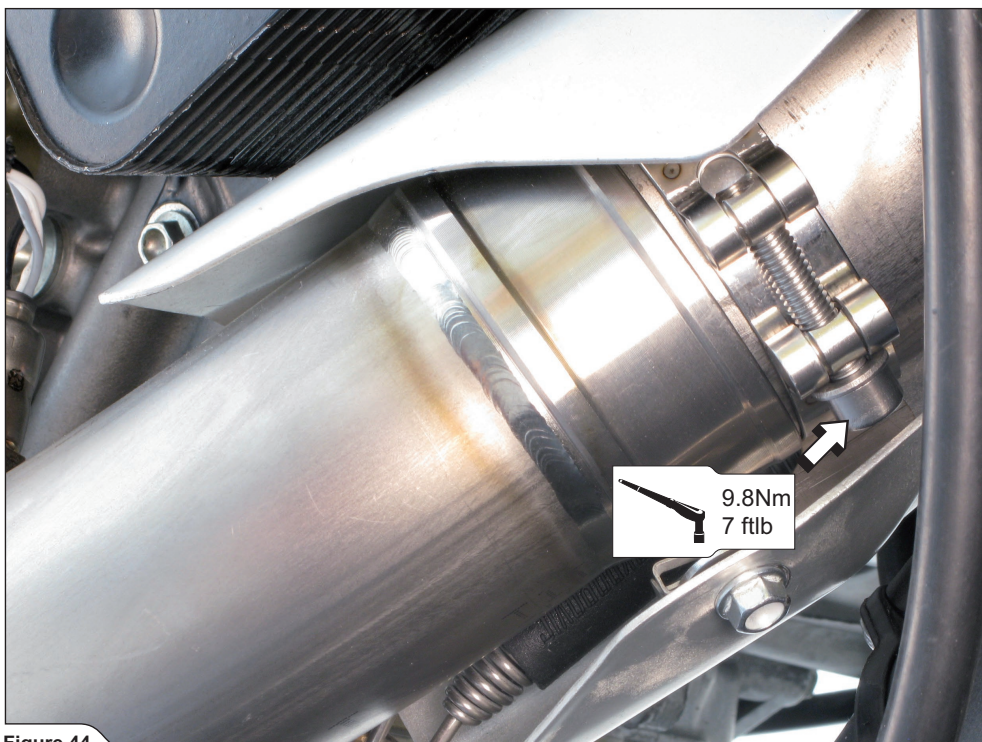

Figure 44
14. Serrer l'étoupe du collecteur avant au couple prescrit (Figure 44).
14. Die Klemmfaust des vorderen Krümmers mit dem vorgeschriebenen Anzugsmoment anziehen (Figure 44).